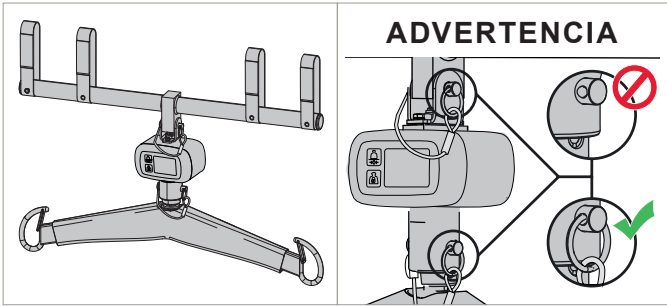

Fig. 1
- 1) Fije la báscula suspendida al adaptador con el pasador de horquilla y el anillo partido (consulte la Fig. 1).